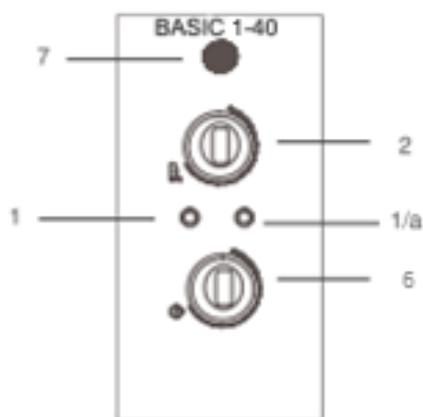
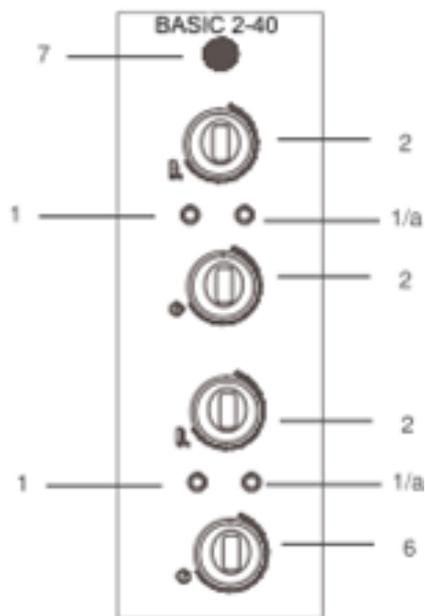
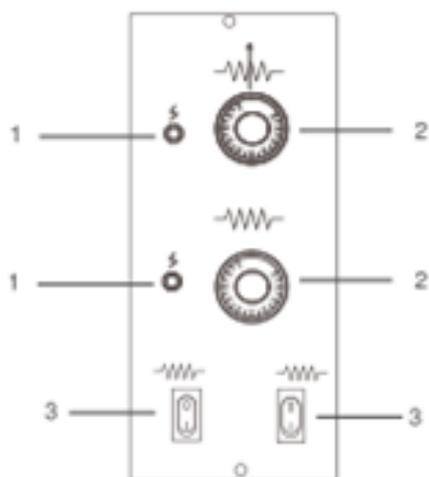
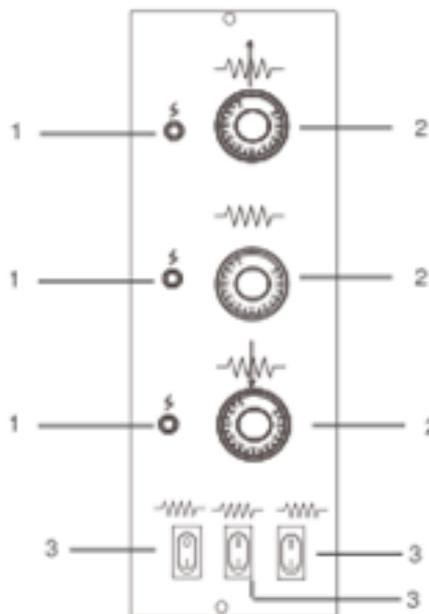

FIG.1 **BASIC 1/40**
FIG.2 **BASIC 2/40**
FIG.3 **BASIC 1/50**
FIG.4 **BASIC 2/50**
LEGENDA FIG.1 - FIG.2
LEGENDA FIG.3 - FIG.4
- 3) Portare l'interruttore delle resistenze (**fig.1;2-rif.3**) in pos."I"; Per il forno 1/40 e 2/40: premere l'interruttore generale (**fig.1;2-rif.7**);
- 4) Attivare il funzionamento delle resistenze portando i termostati (**fig.1;2;3;4-rif.2**) alla temperatura di 150°C, si accenderanno le rispettive spie luminose che segnalano il funzionamento delle resistenze in uso;
- 6) Disattivare il funzionamento delle resistenze portando i termostati (**fig.3;4-rif.3**) in pos."0", si spegneranno le rispettive spie luminose; per il forno 1/40 e 2/40: premere l'interruttore generale e disattivare le resistenze;
- 8) Richiudere la porta e ripetere l'operazione descritta al punto 4) portando i termostati (**fig.3;4-rif.2**) alla temperatura di 400°C; per il forno 1/40 e 2/40: portare i termostati (**fig.1;2-rif.2**) alla temperatura di 350°C.
- 10) Disattivare il funzionamento delle resistenze portando i termostati (**fig.3;4-rif.3**) in pos. "0" e si spegneranno le rispettive spie luminose;
- 12) Con il forno 1/40 e 2/40 è possibile regolare il tempo di cottura impostando i minuti con il timer (**fig.1;2-rif.6**). Al termine del tempo impostato si disattiveranno le resistenze. Per scegliere il modo di cottura continuo portare la manopola del timer (**fig.1;2-rif.6**) su "ON" girandola verso sinistra.
- 2) Portare l'interruttore delle resistenze (**fig.3;4-rif.3**) in pos."I"; per il forno 1/40 e 2/40: premere l'interruttore generale (**fig.1;2-rif.7**);
- 3) Attivare il funzionamento delle resistenze portando i termostati (**fig.1;2;3;4-rif.2**), alla temperatura desiderata, si accenderanno le rispettive spie luminose che segnalano il funzionamento delle resistenze in uso;
Spegnere il forno portando nella pos. "0" gli interruttori che mettono in funzione le resistenze (**fig.3;4-rif.3**) e le manopole che regolano i termostati (**fig.1;2;3;4-rif.2**).